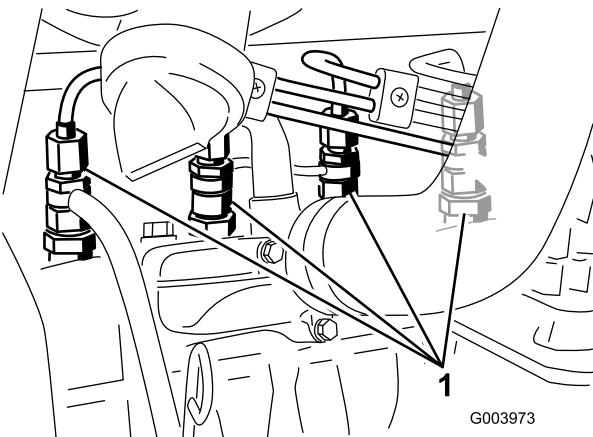

Figura 67
1. Allentate il raccordo dell'ugello n. 1 ed il gruppo portaugelli (Figura 67).